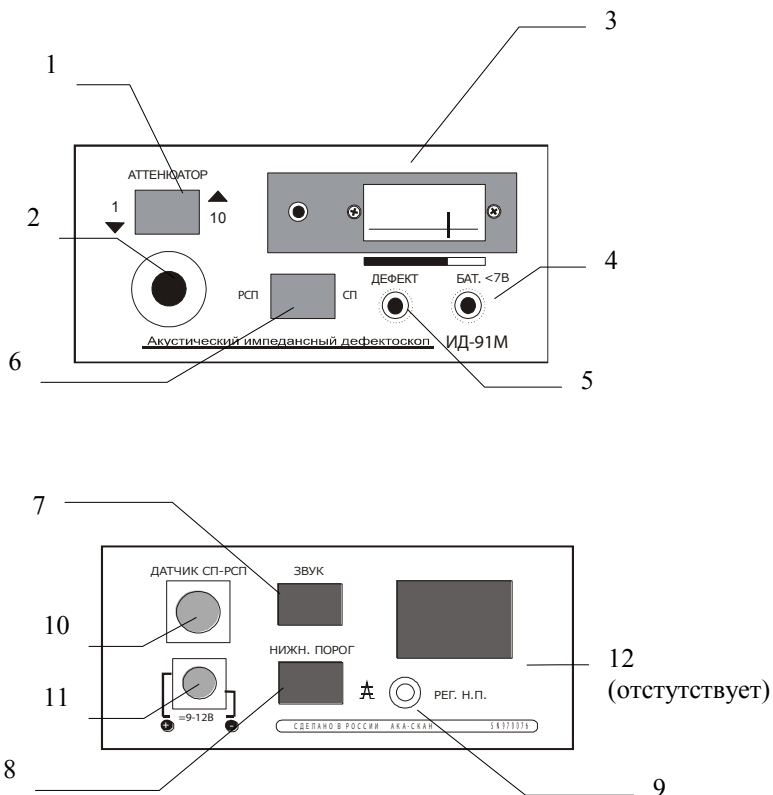

Рис.2 Расположение органов управления, регулировки и индикации дефектоскопа
6.1.1. Установить в электронный блок батарею «Корунд» (допускается применение других источников, например, батареи типа “Varta”, “GP”). Для чего необходимо выдвинуть крышку аккумуляторного отсека (рис. 2, поз. 13), установить в отсеке батарею, закрыть крышку.
6.1.2. Подключить к электронному блоку дефектоскопа (рис. 2, поз. 10, Sensor) преобразователь (тип преобразователя определяется в зависимости от типа контролируемого изделия в соответствии с разделом 8).
6.2.1. Подсоединить к электронному блоку ИПС через разъем на задней панели дефектоскопа (рис. 2, поз. 11). ИПС подключить к сети 220 В, 50 Гц.
6.3. Если при работе от батареи заморгает светодиод сигнализации разряда (рис. 2, поз. 4, БАТ), необходимо заменить батарею или перейти к работе от ИПС.
8.2.2. Положение переключателя АТТ (рис. 2, поз. 1) выбирать таким образом, чтобы получить минимальный разброс показаний в допороговой зоне стрелочного
индикатора, при этом ручка потенциометра АТТ (рис. 2, поз. 2) не должна находиться в крайнем правом положении.
8.3.4. Для контроля изделий с глубиной залегания дефектов до 1 мм подключить нижний порог переводом переключателя **Нижн. порог** (рис.2, поз. 8) в положение 1.
8.4.1. Перевести переключатель РСП-СП (рис. 2, поз. 6) в положение СП.